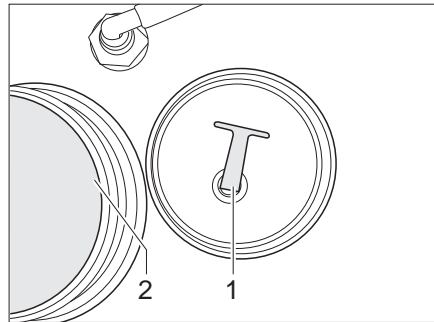

Fig. 240 Tapón de cierre
- Extraer o desenroscar el tapón de cierre (Fig. 240,1) del orificio de salida (Fig. 240,2).